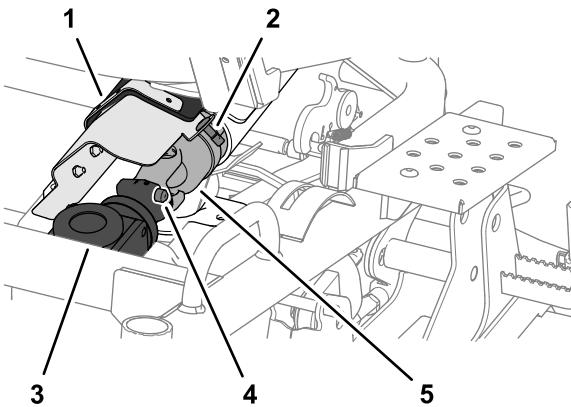

Bild 112
1. Drehen Sie die Viertelumdrehungsbefestigung und öffnen Sie die Abdeckung des Antriebsgelenks von der Riemenabdeckung (Bild 112).
2. Drücken Sie den Federstift und ziehen Sie das Ende der Antriebswelle nach hinten, um das vordere Ende der Antriebswelle vom Mähwerkgetriebe abzutrennen (Bild 112).
1. Fluchten Sie die Keile des Antriebsgelenks der Antriebswelle mit den Keilen in der Getriebekupplung aus, siehe Bild 112 in Trennen Sie die Antriebswelle vom Mähwerkgetriebe ab. (Seite 82).
2. Drücken Sie den Federstift und drücken Sie dann das Ende der Antriebswelle nach vorne, siehe Bild 112 in Trennen Sie die Antriebswelle vom Mähwerkgetriebe ab. (Seite 82).
3. Lassen Sie den Federstift los und prüfen, ob das Antriebsgelenk der Antriebswelle im Mähwerkgetriebe arretiert ist, siehe Bild 112 in Trennen Sie die Antriebswelle vom Mähwerkgetriebe ab. (Seite 82).
4. Schließen Sie die Abdeckplatte des Antriebsgelenks und befestigen es mit der Viertelumdrehungsbefestigung an der Riemenabdeckung, siehe Bild 112 in Trennen Sie die Antriebswelle vom Mähwerkgetriebe ab. (Seite 82).